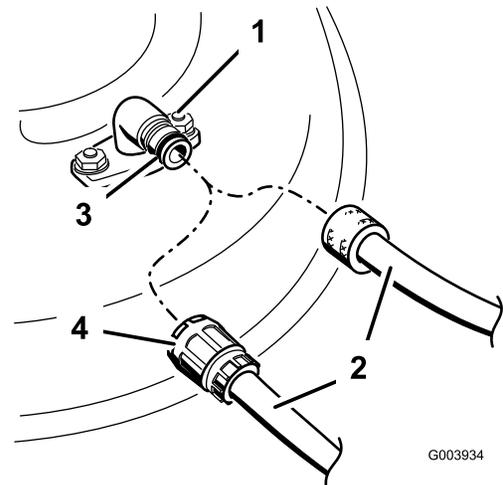

**Figure 63**
4. Soulevez le côté avec la boucle du ressort et placez-le dans le cran du support de déflecteur (Figure 63).
5. Fixez l'ensemble tige et ressort en le tournant de sorte à pouvoir placer l'extrémité courte de la tige derrière le support avant soudé au tablier de coupe (Figure 63).